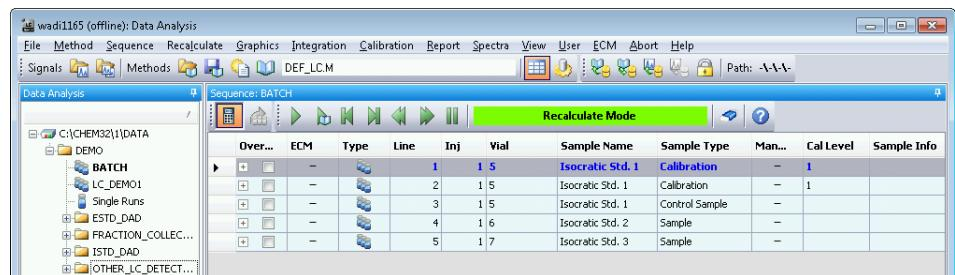
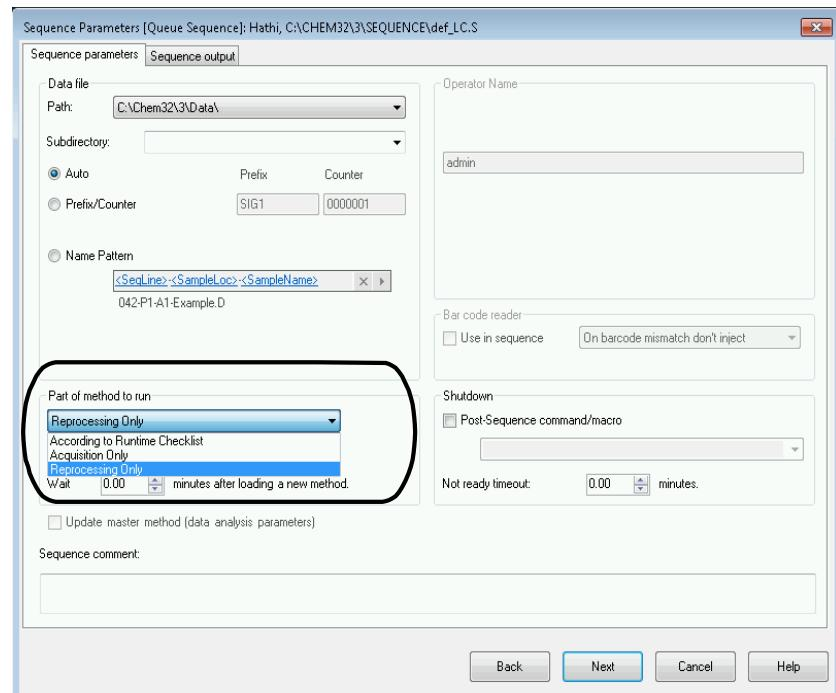

Figure 24 Table de navigation pour des séquences acquises avec le mode Unique Folder Creation désactivé
Figure 25 Retraitements de données de séquence acquises avec le mode Unique Folder Creation désactivé
- Lorsqu'une séquence acquise avec le Mode création de dossiers uniques désactivé est chargé dans la table de navigation Table, le mode de retraitement de la vue **Data Analysis** n'est pas disponible (reportez-vous à Figure 24, page 118). Ces séquences ne peuvent être retraitées qu'en mode **Method and Run Control** à l'aide de l'option **Reprocessing only** dans les **Sequence Parameters** (Figure 25, page 118).